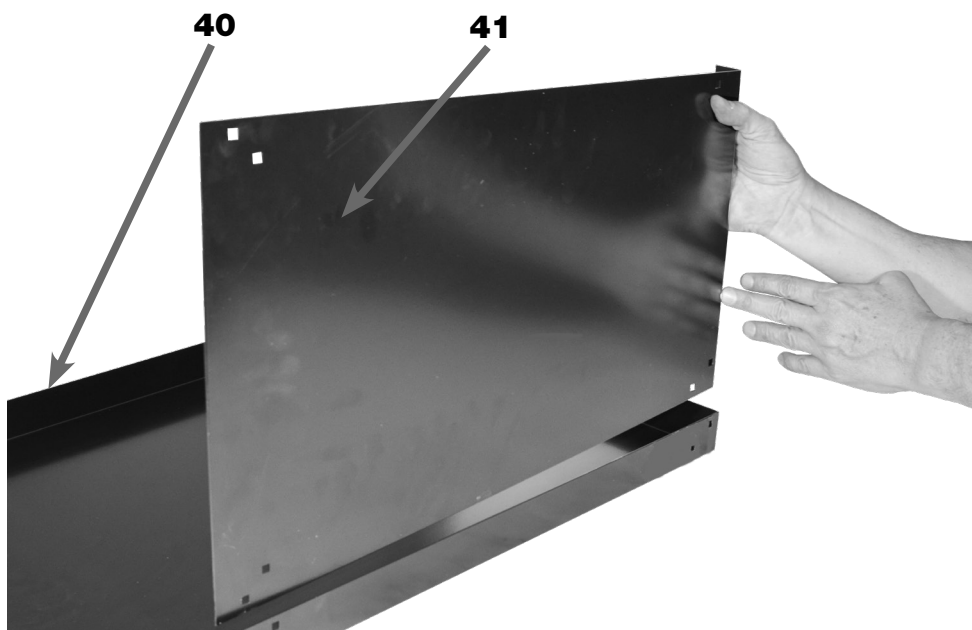

FIGURA 14 – Posicionamento da Chapa Lateral com a Chapa Frontal
1. POSICIONAR sobre uma bancada a Chapa Frontal (40);
2. POSICIONAR as Chapas Laterais (41) pelo lado interno da Chapa Frontal (40), conforme a figura 14;